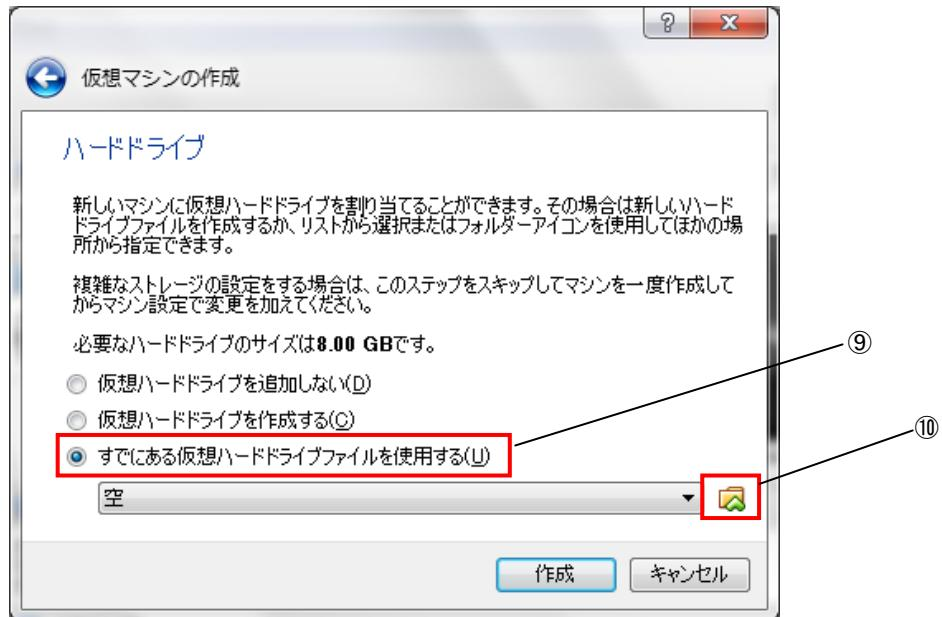

図3-2-4-5. 仮想ハードディスクのイメージ選択画面
- ⑪ 図3-2-4-6のように仮想ディスク選択画面が開きます。
②であらかじめ展開しておいた Algonomix4_development.vdiを選択し、[開く(OK)]を押してください。